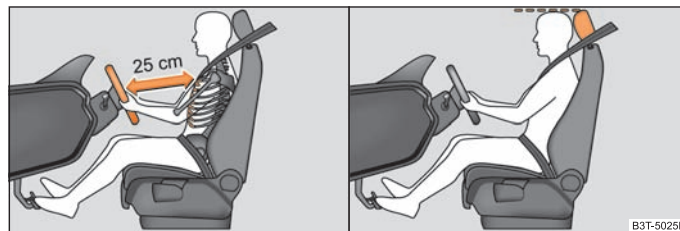

Fig. 147 Distanța corectă dintre șofer și volan / Reglarea corectă a tetierei șoferului
- Reglați astfel scaunul șoferului încât distanța dintre volan și torace să fie de cel puțin 25 cm ⇒ fig. 147 - stânga.
- Reglați tetierele astfel încât marginea superioară a tetierei să se afle la aceeași înălțime cu partea superioară a capului dumneavoastră ⇒ fig. 147 - dreapta. ▶
- **Între șofer și volan trebuie să existe o distanță de cel puțin 25 cm ⇒ pagina 158, fig. 147 - stânga. Dacă nu se respectă această distanță, sistemul airbag nu își poate exercita eficiența maximă – Pericol!**
- Reglați tetierele astfel încât marginea superioară a tetierei să se afle la aceeași înălțime cu partea superioară a capului dumneavoastră ⇒ pagina 158, fig. 147 - dreapta.
- Reglați tetierele astfel încât marginea superioară a tetierei să se afle la aceeași înălțime cu partea superioară a capului dumneavoastră ⇒ pagina 158, fig. 147.